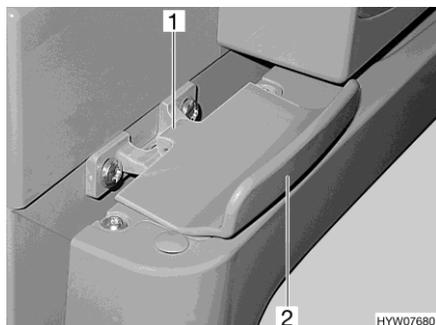

Fig. 129 Dispositif de verrouillage de la porte du réfrigérateur, fermé (Thetford)
**Ouvrir :** ■ Ouvrir la porte du réfrigérateur sur la poignée (Fig. 129,2). Le verrouillage (Fig. 129,1) sera débloqué automatiquement.